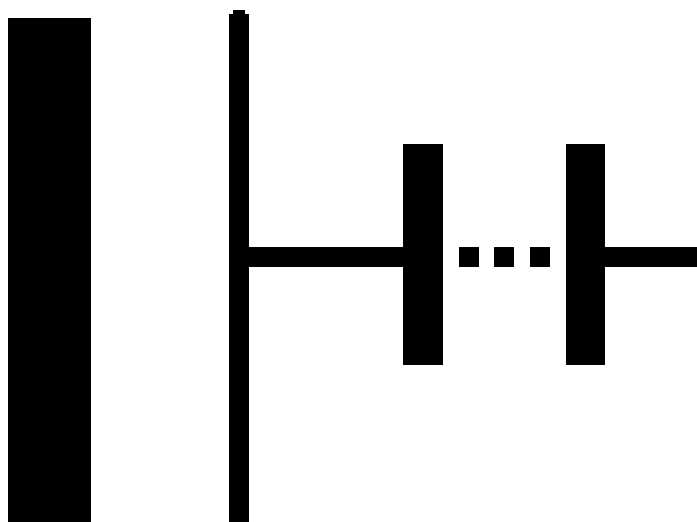

Figura 3.
- .- El camino periférico delimita el espacio donde puede circular el vehículo y también sirve como guía para encontrar la entrada a otro camino a recorrer, cada entrada se encuentra indicada con una pared ubicada a 100 mm de la línea periférica (Figura 3).